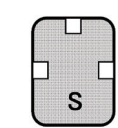

Figure 2. Vue en plongée de la membrane GUIDOR
- La membrane GUIDOR est conditionnée dans un plateau en plastique, la couche externe de la membrane face au couvercle. Tel qu'illustré à la figure 2, la couche externe est marquée d'un « S » et présente de multiples encoches carrées de 2 mm, le long du bord de la membrane.